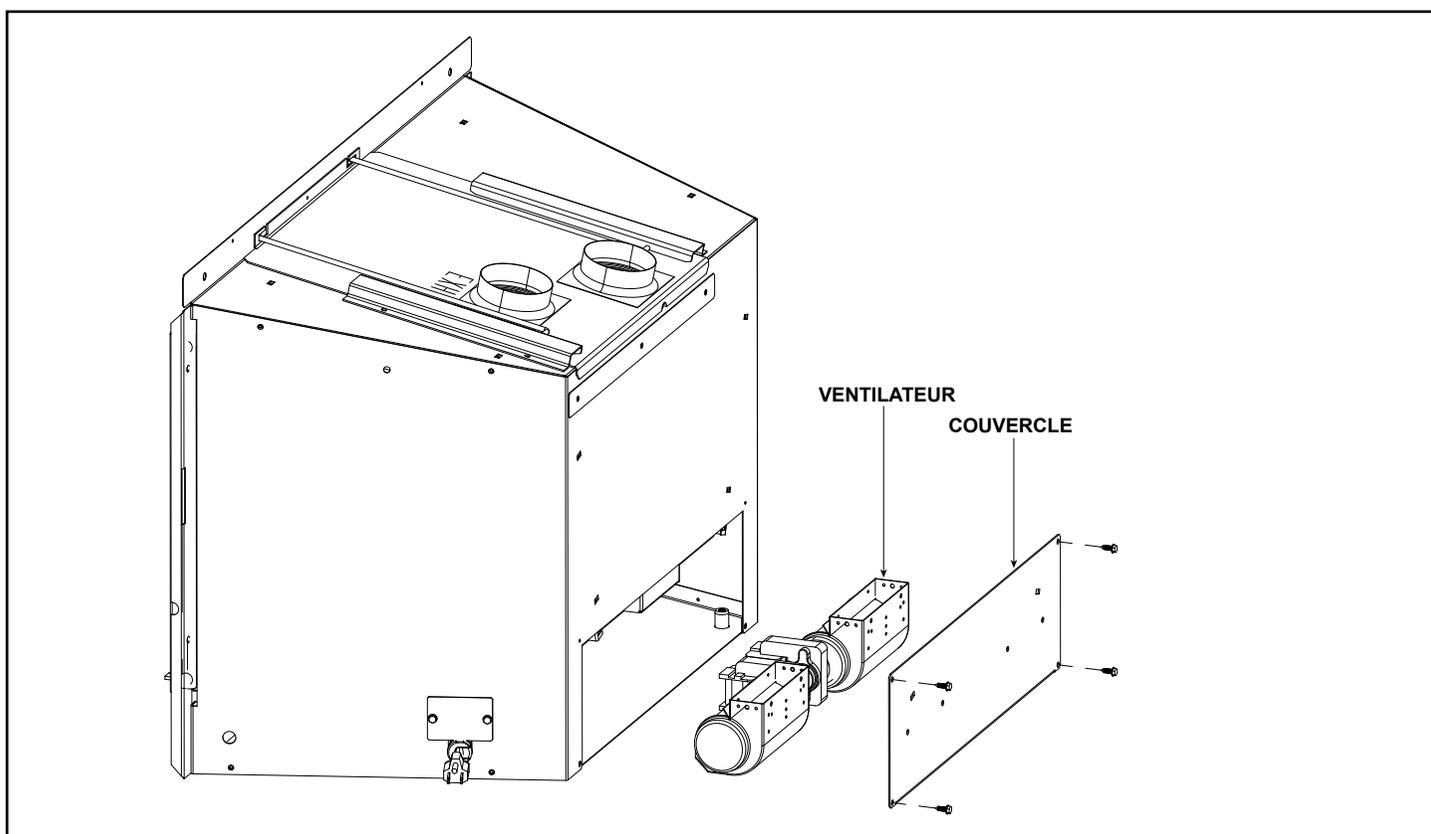

Figure 10.5
- Ce poêle est livré de série avec un cordon d'alimentation de 120 V c.a. muni d'une prise femelle permettant de raccorder toutes les options et tous les accessoires. Voir la Figure 10.5. Ceci est nécessaire pour l'utilisation des accessoires en option (allumage de la veilleuse permanente) ou le bon fonctionnement du poêle (allumage IntelliFire). Une prise de courant doit être installée dans le coin inférieur arrière du foyer en maçonnerie ou du foyer préfabriqué existant pour brancher le cordon d'alimentation fourni. Vous pouvez aussi acheminer le cordon d'alimentation à une prise de courant existante à proximité.
- Retirez les quatre vis du couvercle (voir la figure 10.5).